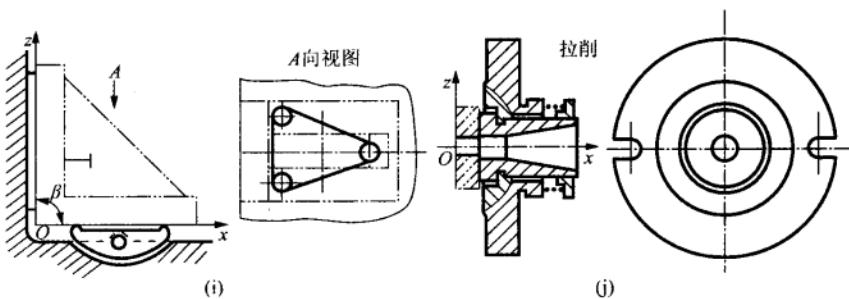

图 2.5 定位方案
(23) 根据六点定位原理,试分析图2.5(a)~(j)各定位方案中,各个定位元件所消除的自由度。如果属于过定位或欠定位,请指出可能出现什么不良后果,并提出改进方案。